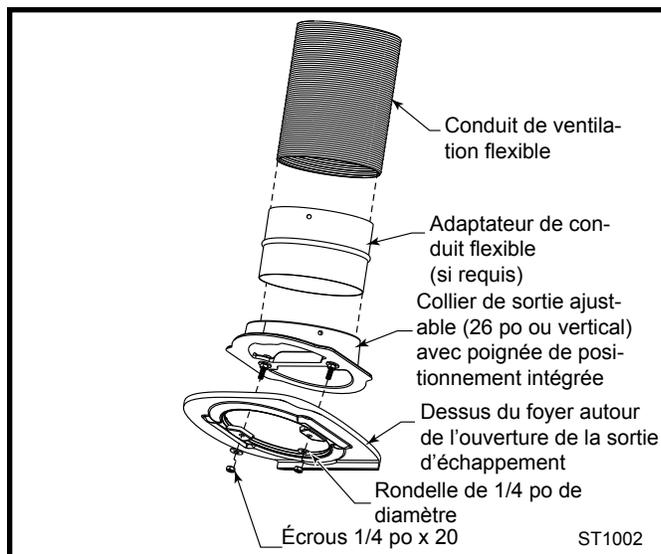

Fig. 6 Composants du système de ventilation.
4. Installez le système de ventilation : dépendamment de votre application, il peut être plus facile d'installer d'abord le connecteur ou le passage du collier en acier inoxydable dans la cheminée. Référez-vous à la figure 6 pour consulter les composants du système de ventilation.